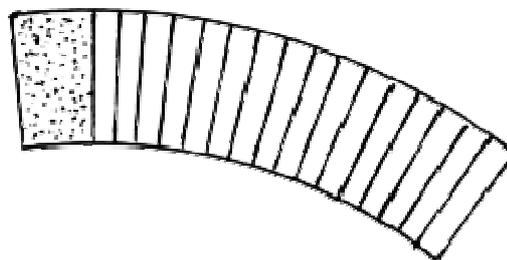

Abb. 12: Dauben aufkleben und beschneiden Durchmesser
- Runddrücken und Sekundenkleber im Innenraum verstreichen, zusammenrollen und umwickeln (Abb. 12).